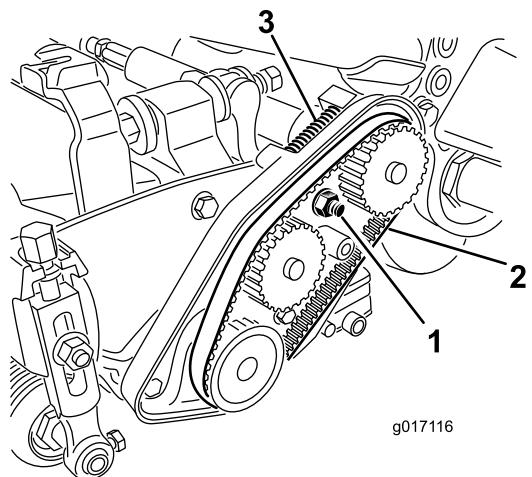

図 14
3. ベアリングハウジング取り付けナットをゆるめる（図 14）。
5. 各ベルトを取り外す (図 14)。
12. 圧縮スプリングからベルトに適切な力が掛かっていることを確認する (図 14)。